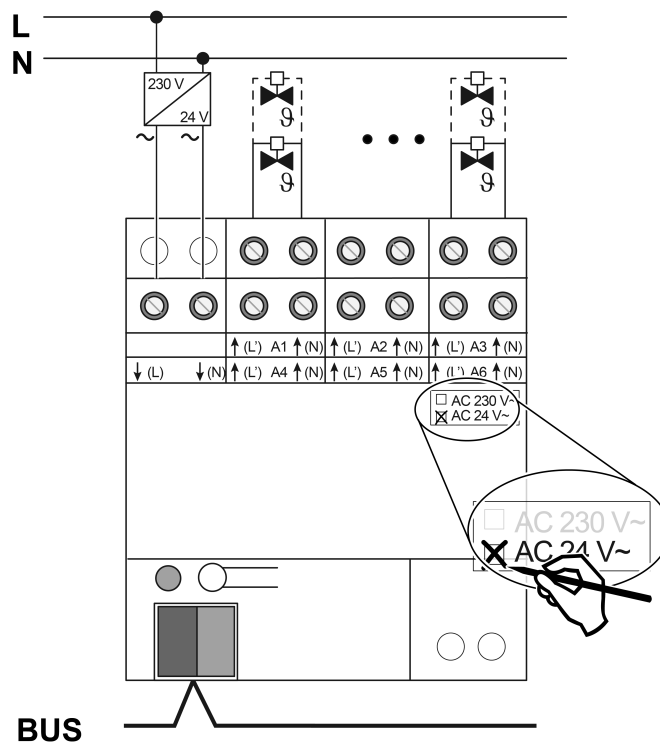

Bild 3: Anschluss Stellantriebe 24 V
- Stellantriebe AC 24 V gemäß Anschlussplan (siehe Bild 3) anschließen.
- Versorgung für Stellantriebe an Klemmen ↓(L) und ↓(N) (1) anschließen.